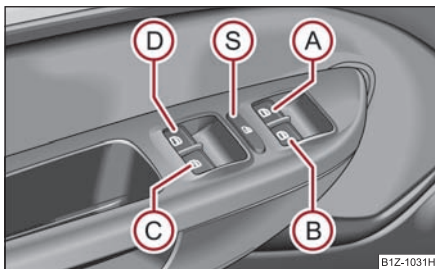

Fig. 49 Tastele din ușa conducătorului
Tastele pentru fiecare geam se găsesc în cotiera din ușa conducătorului ⇒ fig. 49, pasagerului din dreapta și în ușile din spate* ⇒ pagina 53.
Apăsând comutatorul de siguranță (S) ⇒ fig. 49, puteți scoate din funcțiune comutatoarele din ușile din spate. Apăsând încă o dată comutatorul de siguranță (S), puteți restabili funcționarea tastelor din ușile din spate.
- Când se transportă copii pe locurile din spate, vă recomandăm să scoateți din funcțiune comutatoarele din ușile din spate (comutatorul de siguranță) (S) ⇒ pagina 52, fig. 49.